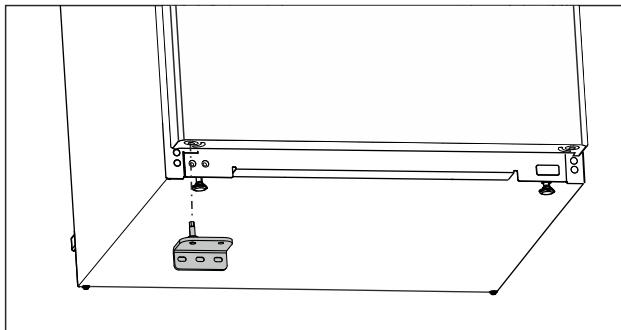

Fig. 17
- ▶ Поставете долната лагерна стойка от другата страна. (виж Fig. 17)